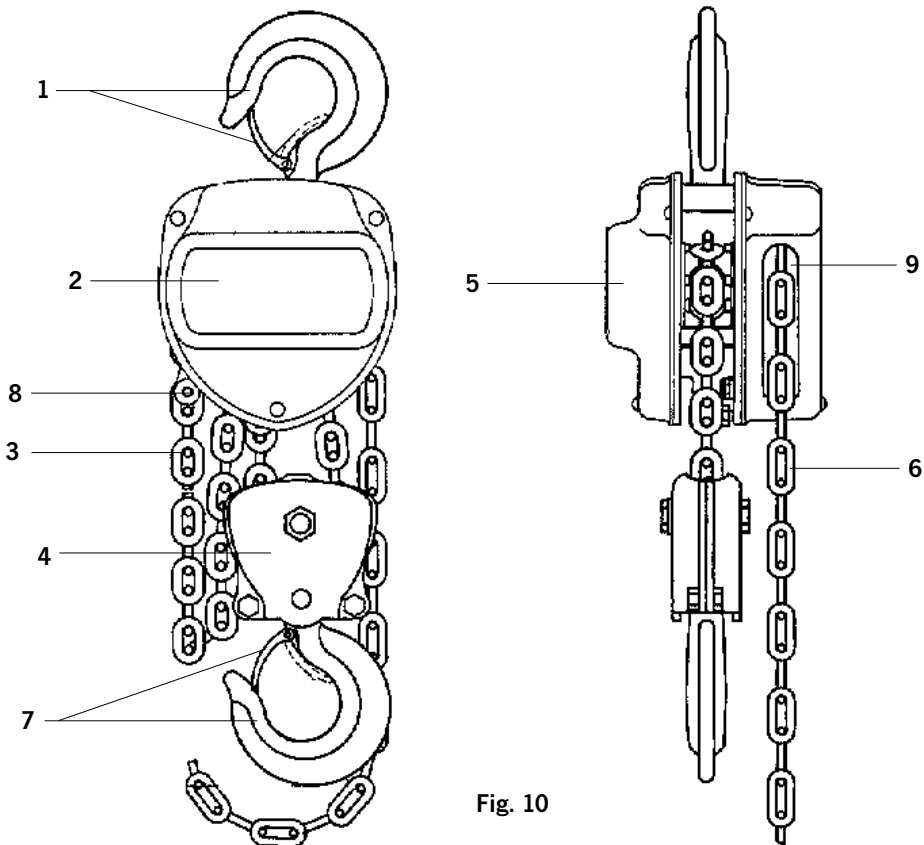

Fig. 10
- Het kettingeindstuk mag niet als bedrijfsmatige hijshoogtebegrenzing gebruikt (Fig. 10).
Hijs de last door te trekken aan de handketting (Fig. 10) het handkettingswiel draait met de klok mee.
Door aan de handketting te trekken (Fig. 10) waarbij het handkettingswiel tegen de klok in draait, laat men de last zakken.